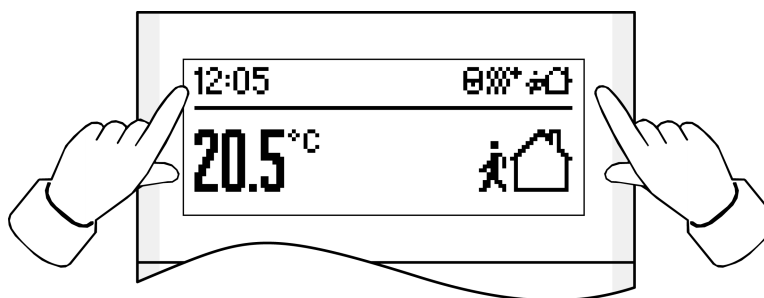

Figure 2
- Appuyer simultanément sur les deux boutons à côté de l'indication (voir figure 2).